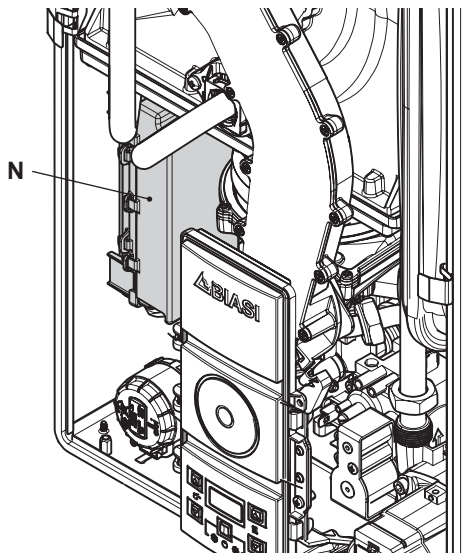

Figura 5.19
- Individuare il coperchio copri morsetteria N (Figura 5.19) ed aprirlo.